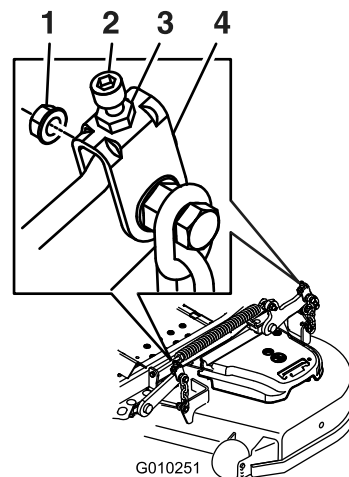

**Figura 90**
9. En ambos lados de la carcasa, mida desde la superficie nivelada hasta la punta delantera de la cuchilla (Posición A); consulte Figura 90.
15. En ambos lados de la carcasa, mida desde la superficie nivelada hasta la punta trasera de la cuchilla (Posición B). La distancia debe ser de 8.3 cm (3 1/4"); consulte Figura 90.